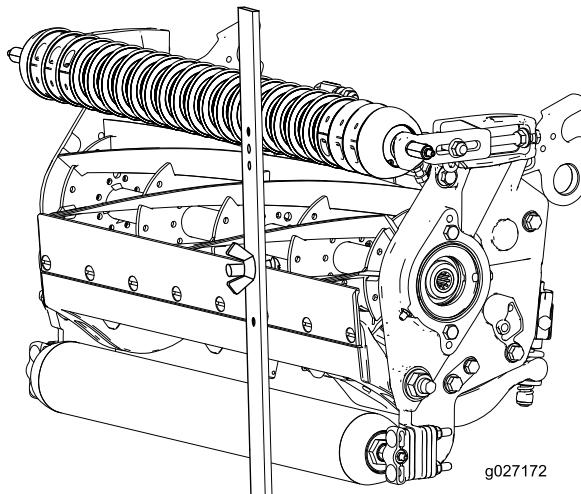

Рисунок 17
4. Зацепите головку винта за режущую кромку неподвижного ножа и приложите заднюю часть планки к заднему валику (Рисунок 17).
5. Поворачивайте регулировочный винт до тех пор, пока передний валик не коснется измерительной планки (Рисунок 17).